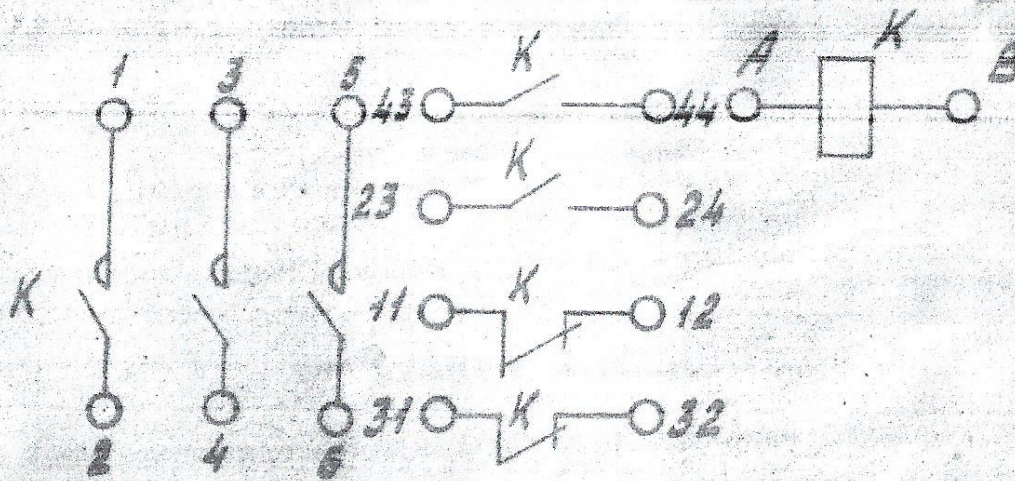

Рис. 1 Схема электрическая принципиальная
4.2. Схема электрическая принципиальная пускателя в состоянии его поставки с наибольшим количеством контактов вспомогательной цепи указана на рис. 1. Пускатель может иметь наименьшее количество контактов вспомогательной цепи — 13.